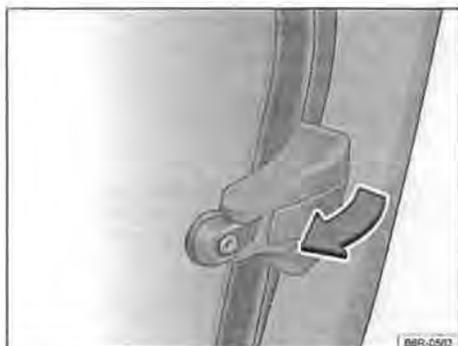

Fig. 51 Apertura del finestrino a compasso (porte posteriori)
- Tirare la levetta di bloccaggio nella direzione della freccia → fig. 51.